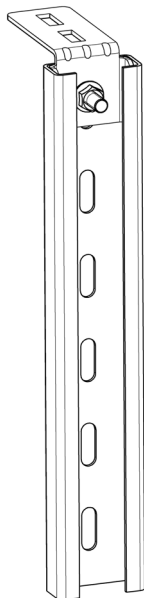

Рис. 15.1.
- Перед установкой подвеса необходимо произвести его под сборку (рис. 15.1), для чего следует выполнить следующие операции:
- 2) установить подставку подвеса (рис. 15.1) до упора в потолок, произвести разметку отверстия для установки дюбеля.